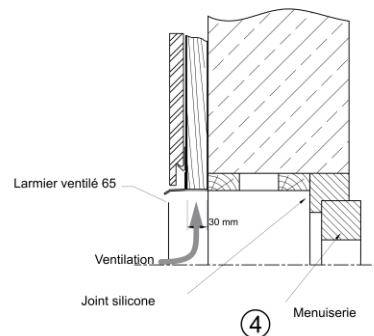

Figure 12
■ Fig. 12 et 13 : Clips de fixation